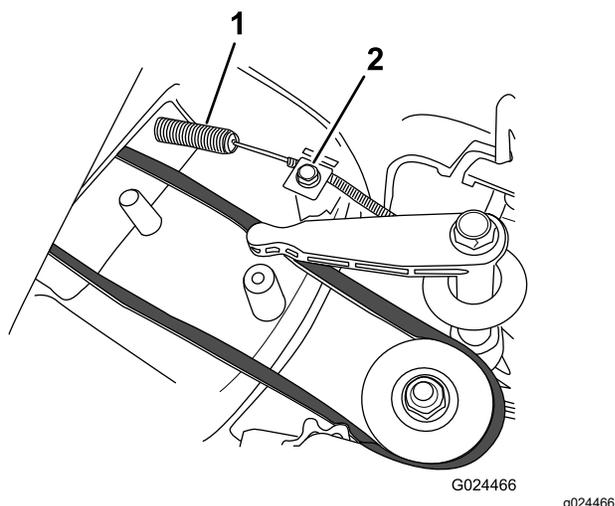

Figure 30
2. Montez le câble de frein de lame neuf, mais ne serrez pas le collier au sommet du carter de la tondeuse (Figure 30).